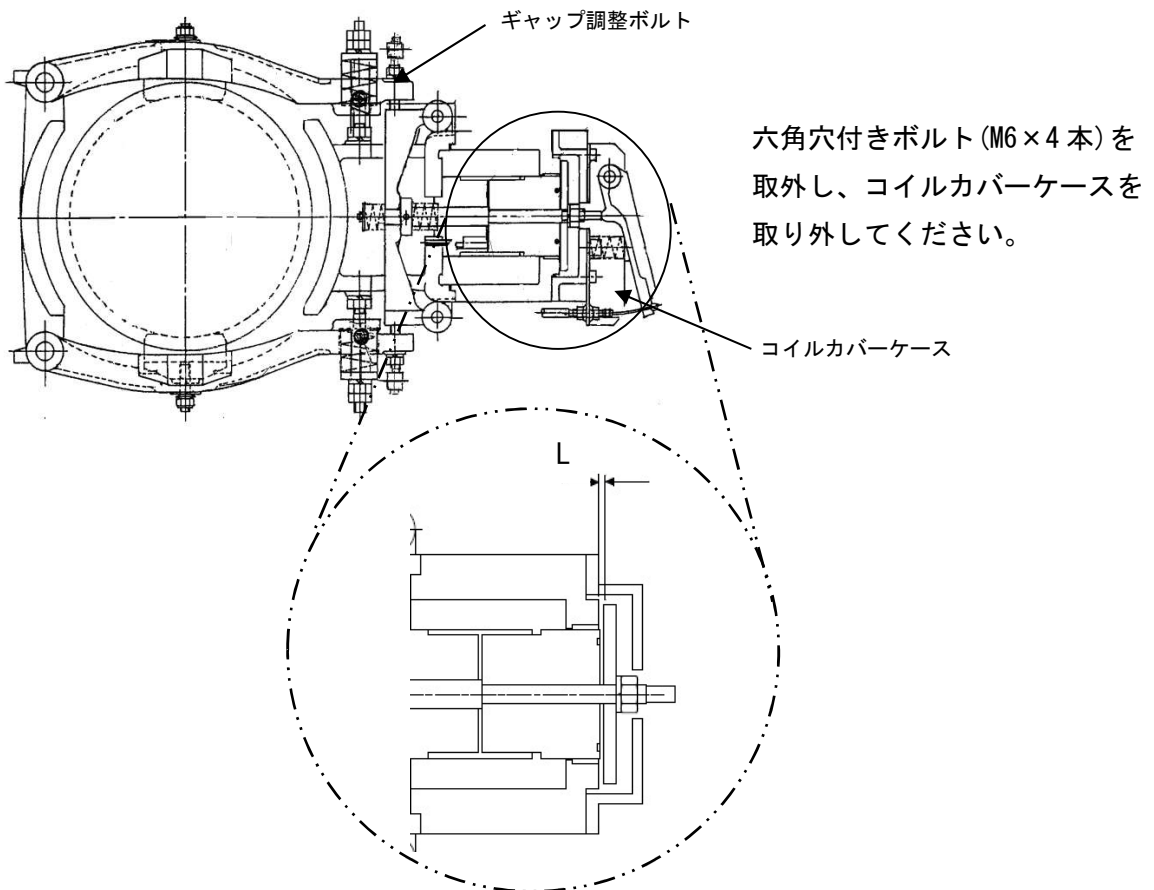

図5 プランジャーストローク寸法
- (1) ブレーキを閉じた状態で、コイルカバーケースを取外しプランジャーストローク寸法(L)を測定します。(図5)